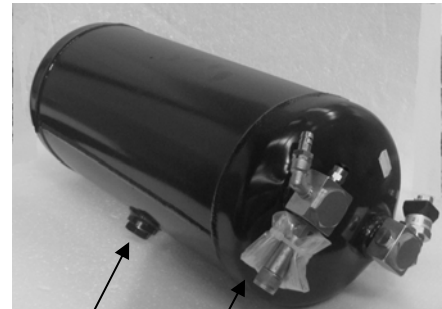

Fig. 13
1. Lire la plaque soudée ou gravée sur le réservoir : ne peut être utilisé au delà des conditions de pression (PS), température maximum (Tmax) et température minimum (Tmin) indiquées sur la plaque.
6. L'utilisateur doit purger le réservoir : une fois par an vidanger la condensation en dévissant le bouchon de vidange situé sous le réservoir Fig 1-Fig.13 pos.32. Cette opération doit être effectuée avec le réservoir non sous pression.
1) CONTROLE PERIODIQUE DE LA SOUPAPE DE SECURITE (Fig.13 pos.31)